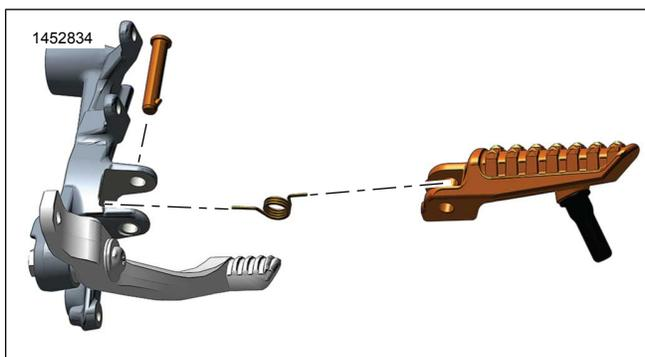
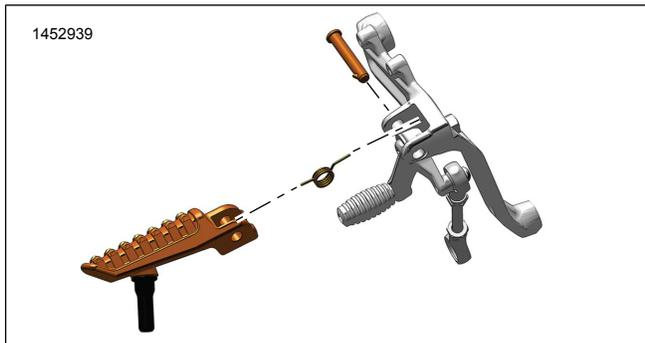

Figura 3. Taco apoyapiés - Conductor - Derecho
Figura 4. Taco apoyapiés - Conductor - Izquierdo
- a. Cubra el área del resorte de retorno del conjunto del taco apoyapiés (B) con un trapo de taller.
- b. Vea Figura 3 o Figura 4 . Tirando del conjunto del taco apoyapiés hacia afuera, extraiga el conjunto de la pieza de soporte.